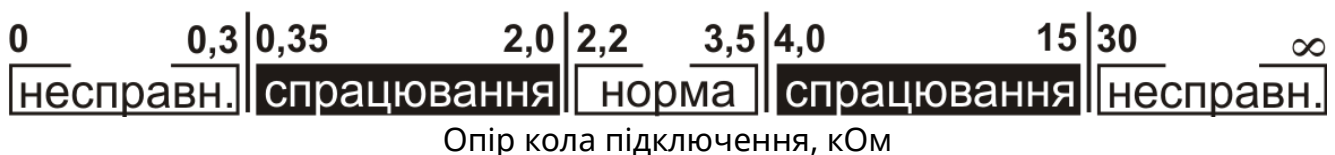

Рисунок 4.1 – Пороги спрацювання входів «1» та «2».
- «1», «2» - параметричні входи, для передавання сигналу «Пожежа», «Несправність» або інших спрацювань від підключених приладів. Пороги роботи входів наведено на рис. 4.1.